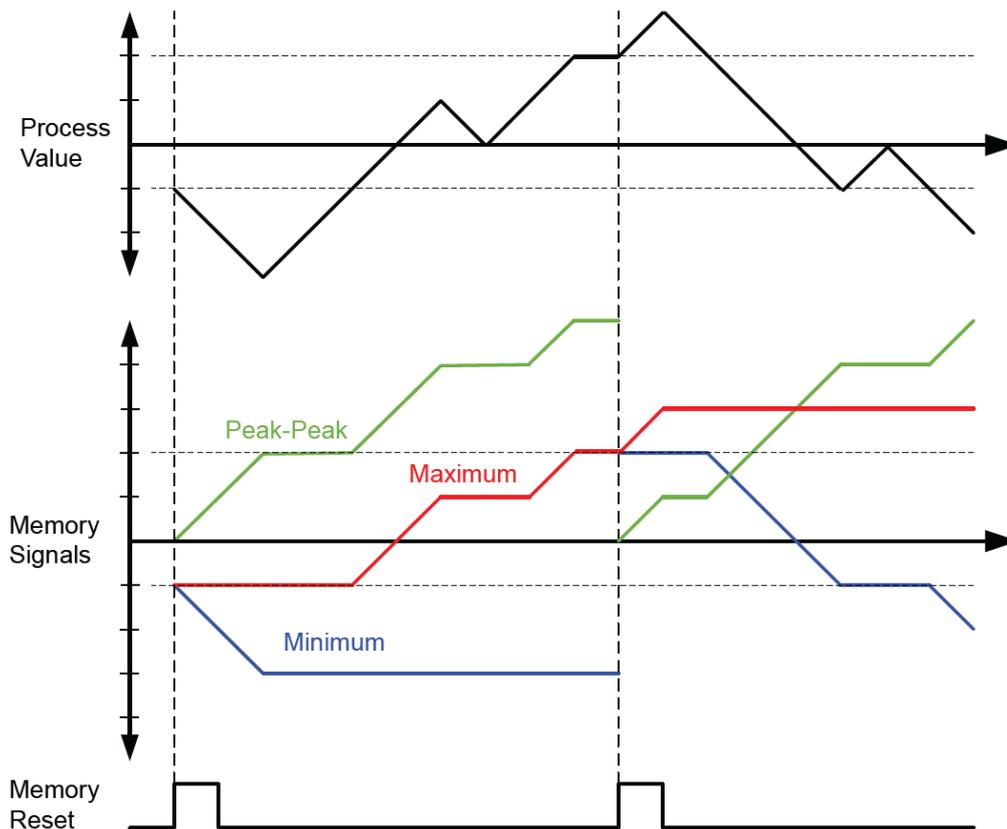

Abbildung 3: Spitzenwertspeicher
- Beim letzten Sample and Hold-Trigger gehaltenen Prozesswert (vgl. Abb. 3: S&H Value). Der Messwert (Process Value) zum Triggerzeitpunkt wird gehalten.
- Differenz zwischen dem beim letzten Sample and Hold-Trigger gehaltenen und dem aktuellen Prozesswert (vgl. Abb. 3 S&H Delta. $S\&H\ Delta = S\&H\ Value - Process\ Value$).